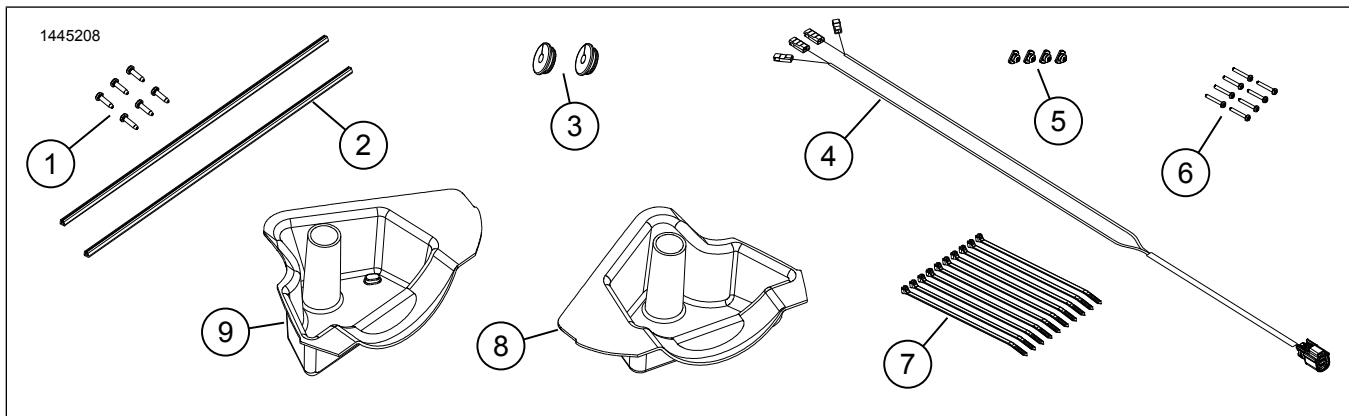

Figure 14. Pièces de rechange, haut-parleurs de bas de carénage
14. Voir la Figure 14. Installer un œillet de caoutchouc (3) dans le trou ayant été percé.
6. Voir la Figure 14. Connecter [351B] du faisceau de câbles du haut-parleur (4) à :